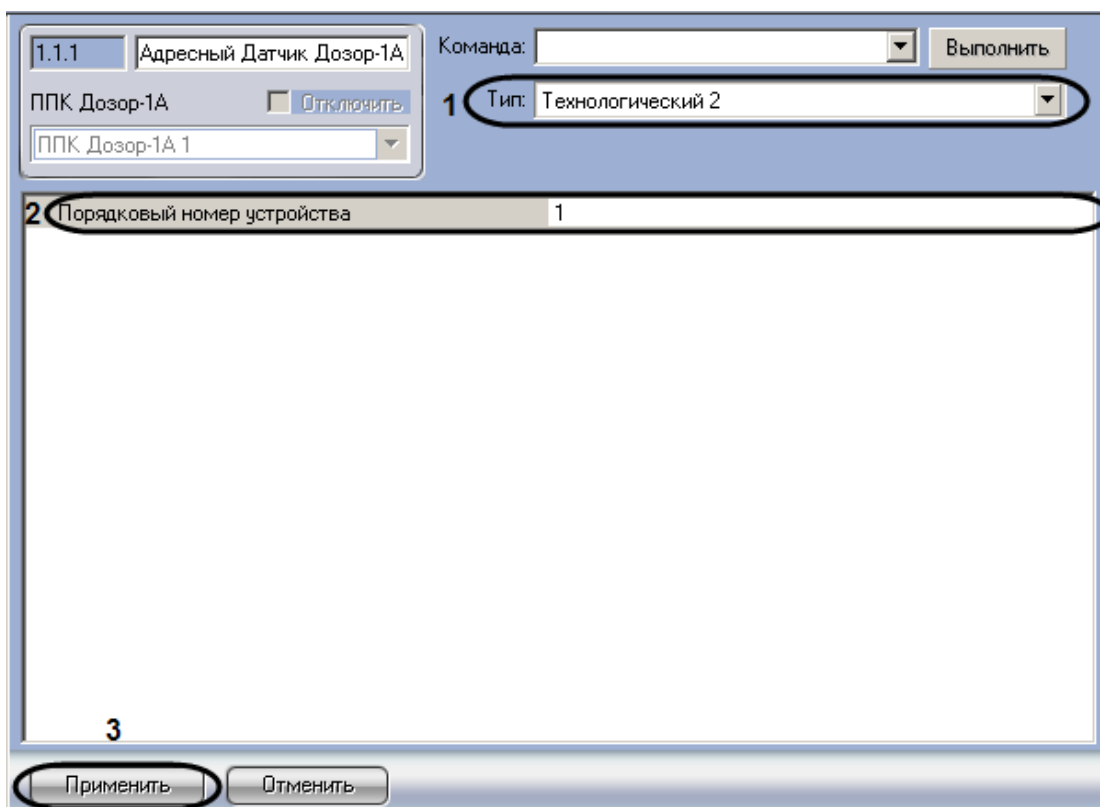

Рис. 3.5—2 Панель настроек объекта Адресный датчик Дозор-1А
2. Выбрать тип адресного датчика из соответствующего раскрывающегося списка (см. Рис. 3.5—2, 1).
3. В поле **Порядковый номер устройства** необходимо ввести адрес датчика (см. Рис. 3.5—2, 2).